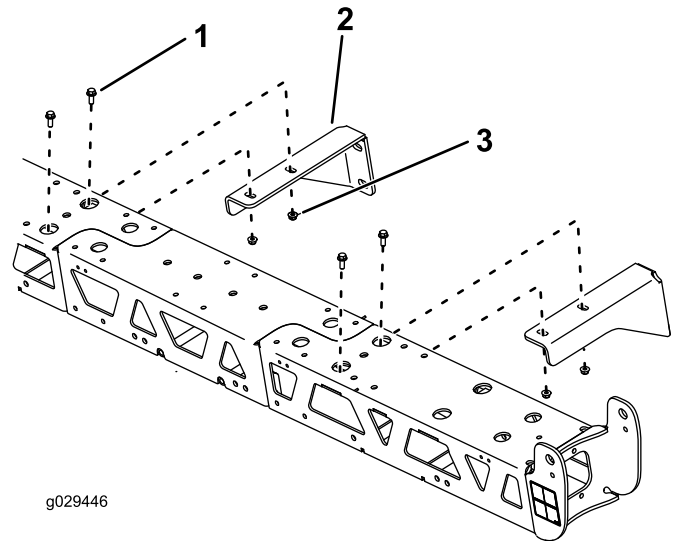

Figure 12
4. Montez les supports de montage à l'aide des fixations utilisées précédemment, comme montré à la Figure 12.